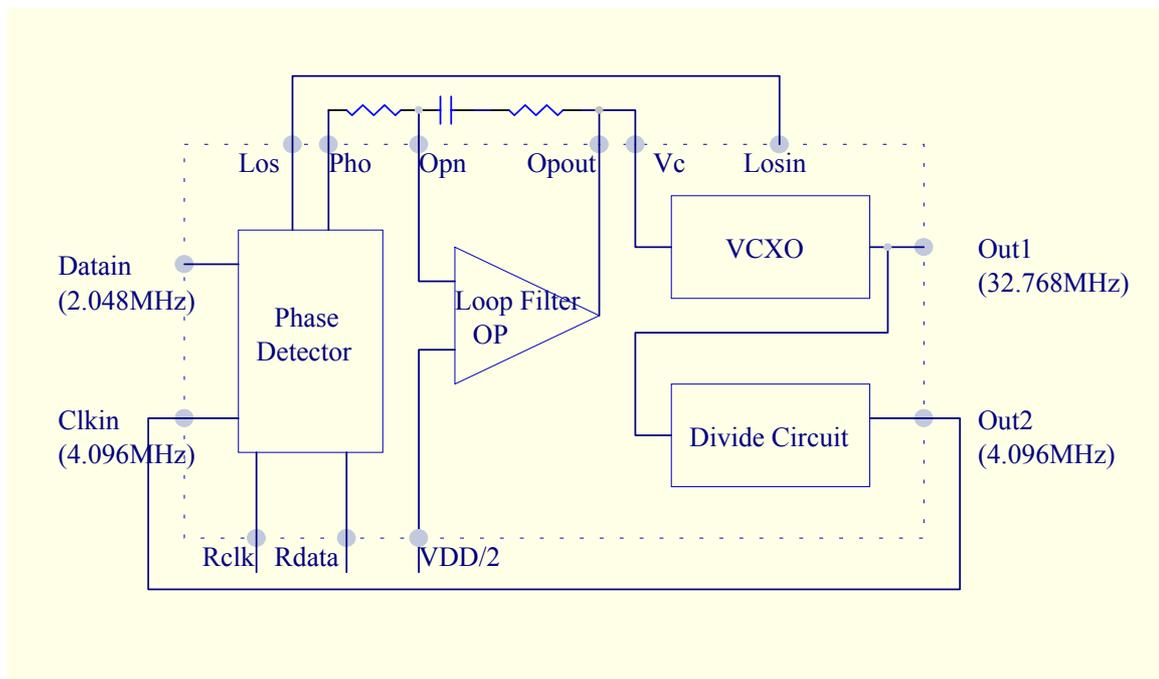

图 10 典型应用（8 倍频输出）
虽然要考虑环路滤波器的各种特性，但Zi050所用为图10所示的基本结构的集成滤波器。该种滤波器有很高的直流 (DC) 增益，可以保证CLKIN和DATAIN锁定后能够边沿对齐。R1和Rf的比例可以设定中频增益，并调整环路带宽。对于Rf和Cf设定的时间常数，应选择比环路滤波器的开环带宽低一个数量级，以便提供良好的Phase Margin。正向端偏置电压为2.5V。R1、Cf和Rf的选取可以通过软件的帮助确定。
通常 Zi050 的输入数据 (DATAIN) 为 NRZ，所以 Zi050 的鉴相器是按此来设计的，其他的数据，例如时钟信号，可以认为是等效的 1010.....NRZ 向量。如果鉴相器的输入是时钟信号，反馈回的时钟信号 OUT1 或 OUT2，必须是 DATAIN 的频率的两倍。如图 10 所示，2.048MHz 的系统参考时钟可以被认为 4.096MHz 的 NRZ 数据，该数据率是 100%。因此反馈时钟信号频率是 4.096MHz (OUT132.768MHz 的 8 分频)。